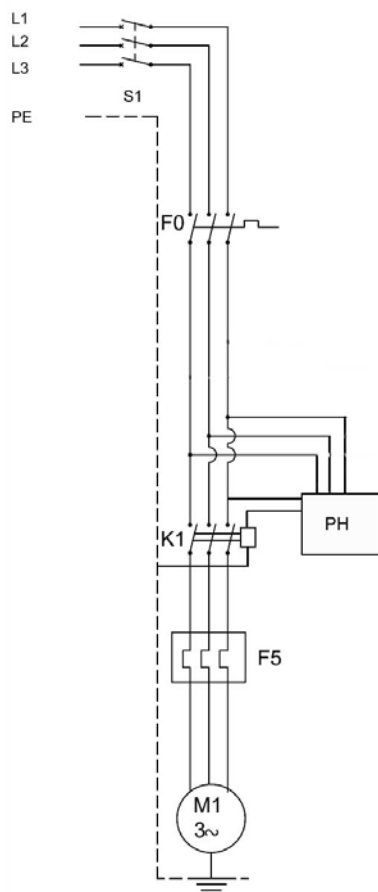

Рис. 7. Электрическая схема подключения насоса
- Схему подключения можно найти на распределителе двигателя, а также в Настоящей инструкции (рис.7.).